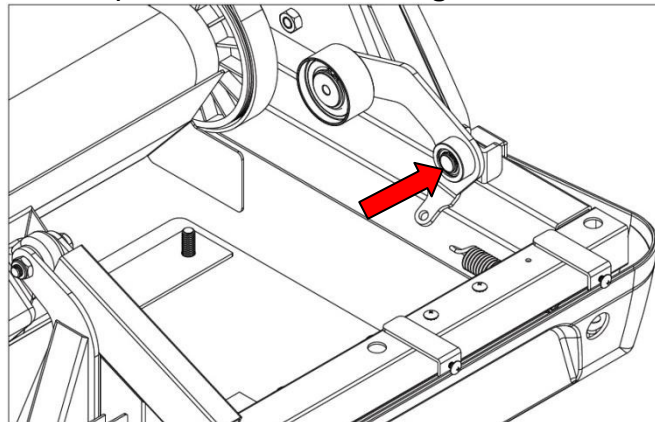

Abb. 4.8.1
2) Wie in Abb. 4.8.1 dargestellt, entfernen Sie die Andruckrolle durch Abziehen des C-Rings.